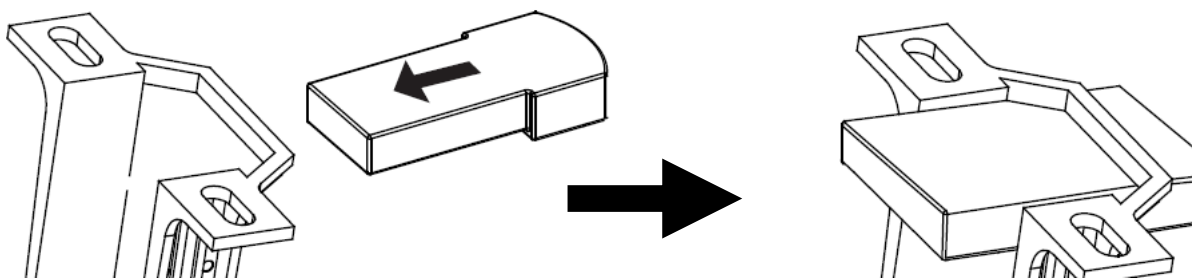

Fig. 9
- Insérez avec précaution le récepteur de la télécommande au-dessus de la boule de suspension dans l'espace restant du support de montage. Faites attention à ne pas détacher ou endommager les différents branchements (étiquette 5 et Fig. 9).